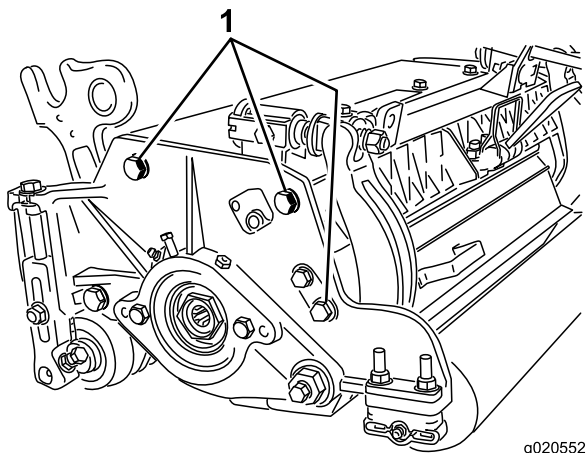

図 21
**注** リールと後ローラとの平行関係は、カッティングユニット全体の組み立て精度により保証されていますから、調整は不要です。極わずかの狂いの調整は以下の方法により可能です。カッティングユニットを定盤の上に載せ、サイドプレート固定キャップスクリュをゆるめる 図 21。